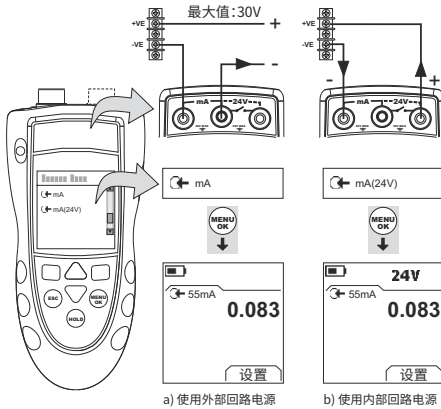

图 7：配置示例 — 电流测量
- 1. 连接仪表（图 7），如果有必要，调整 Set Up（设定）（表 1）。
- 1. 仅限于 DPI802/802P。将该仪表与校准设备进行连接（图 7）。